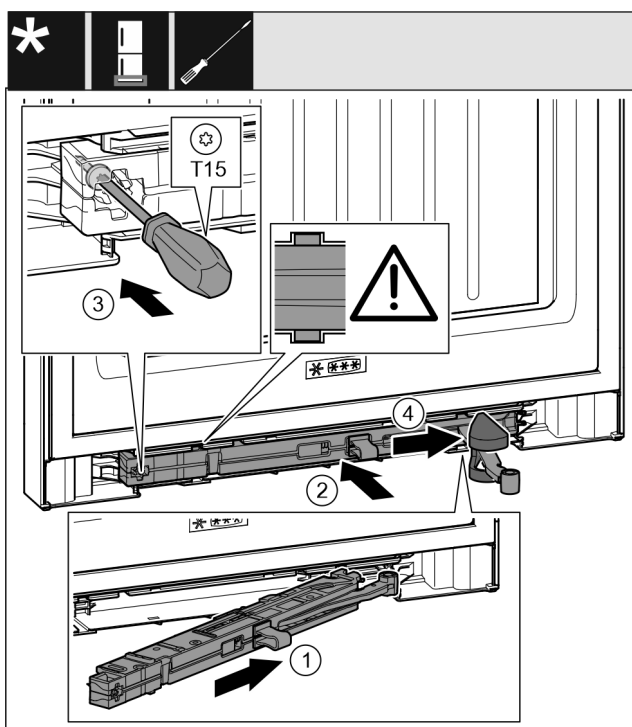

Fig. 37
- ▶ Iebīdīiet slīpi durvju amortizatora mezglu gultņa balsta pusē līdz galam padziļinājumā. Fig. 37 (1)
- ▶ Iebīdīiet pilnīgi durvju amortizatora mezglu padziļinājumā. Fig. 37 (2)
- ▶ Pieskrūvējiet skrūvi ar skrūvgriezi T15. Fig. 37 (3)
- ▶ Uzbīdīiet pārsegu pāri šarnīram. Fig. 37 (4)